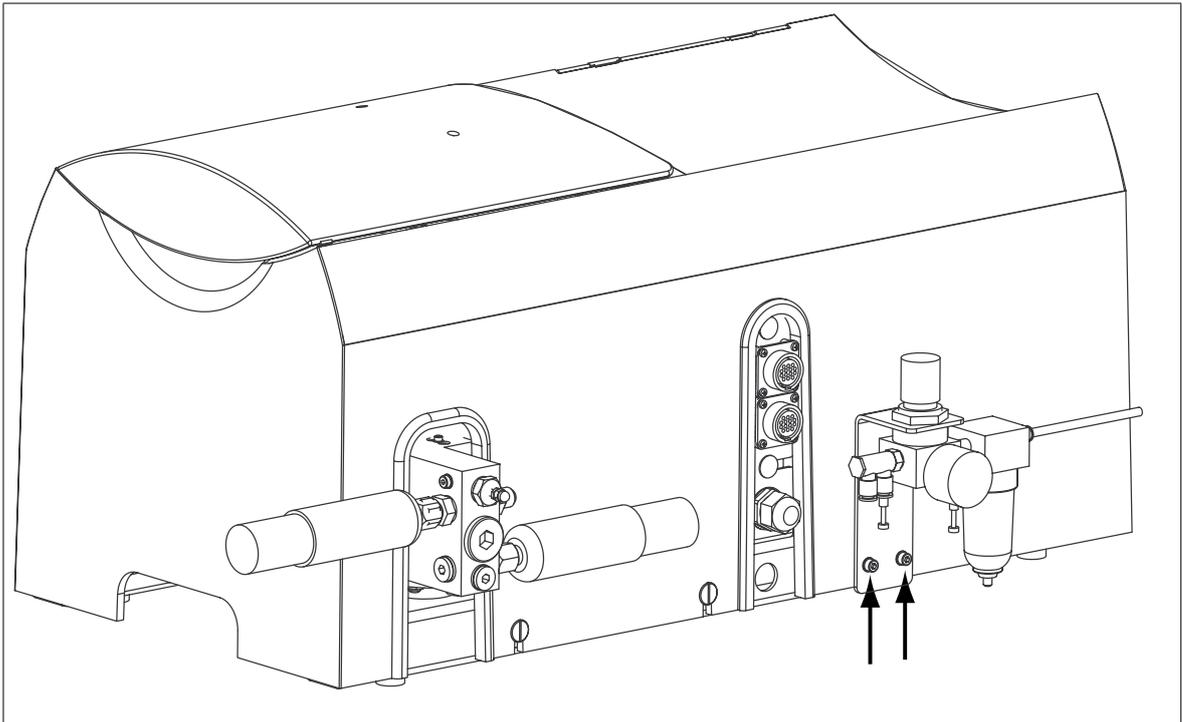

Bild 10.1.2/1: Montage des Sprühluftanbausatzes
3. Verschrauben Sie den Sprühluftanbausatz wie in Bild 10.1.2/1 gezeigt. Am Rahmen der Tankanlage sind entsprechende Gewindebohrungen vorgesehen.